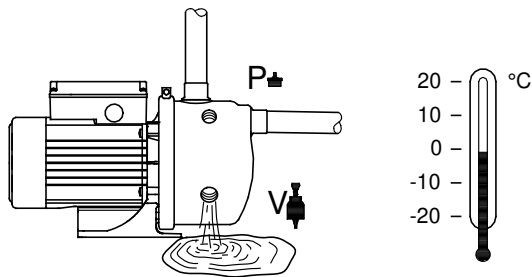

Рис. 3 Опорожнение насоса
Чтобы слить из насоса воду, удаляется резьбовые пробки (P) и (V) или эжекторный клапан. Смотри рис. 3.